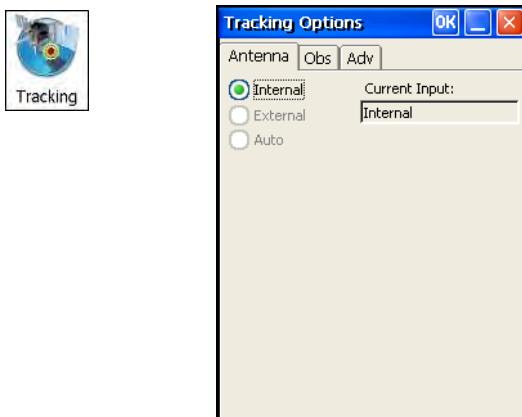

Рис. 3-12. Выбор типа используемой антенны
- Нажмите значок **Tracking** и выберите тип антенны, которая используется приемником (Рис. 3-12).